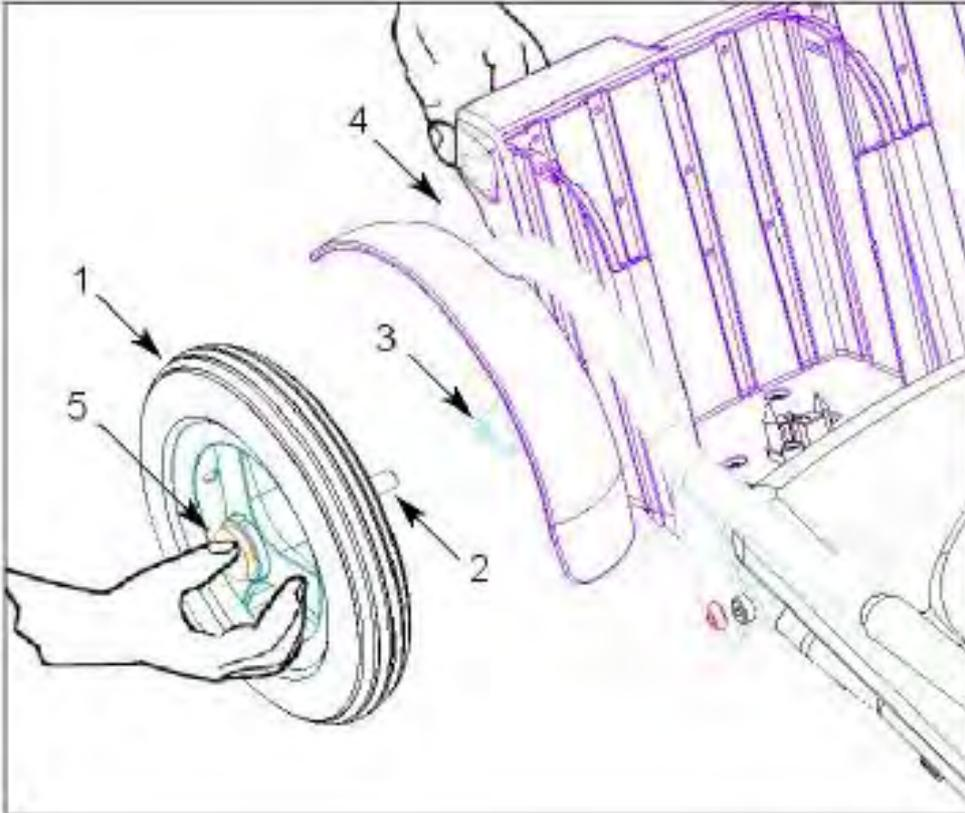

Figura 2
(Ver figura 2) La rueda trasera (1) se monta por medio de un eje de liberación rápida (2) el montaje de la rueda (3) del bastidor (4). Con el fin de ser capaz de montar y desmontar el eje de liberación rápida hay que pulsar el botón situado debajo de la rueda de goma (5) en el centro de la misma.
Para extraer la rueda trasera con mano como se muestra en la figura 2. Agarre la rueda (1) con los dedos a través de las radios y presione el botón que está en el centro de la rueda (5) con el dedo pulgar.